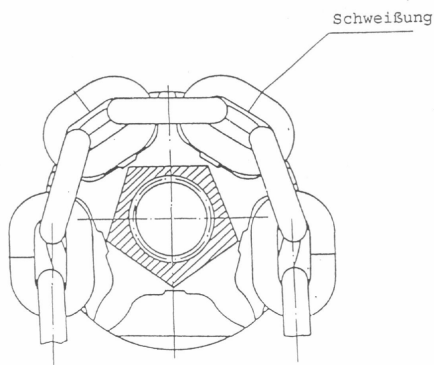

Abb.13
- Kette in Bewegungsrichtung Senken in den Kettenzug einziehen, dabei auf die richtige Lage der Kette in der Kettenuß achten (Abb.13)